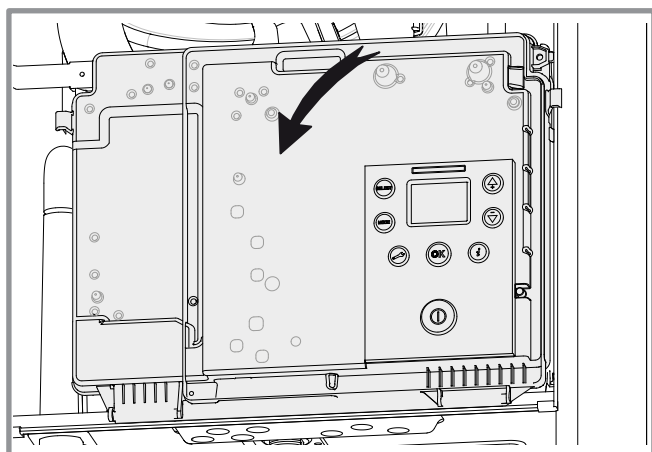

figura 30 - Acceso al cuadro eléctrico
- Gire el cuadro eléctrico (figura 30).
- Desconecte el tubo de evacuación de los condensados (1).